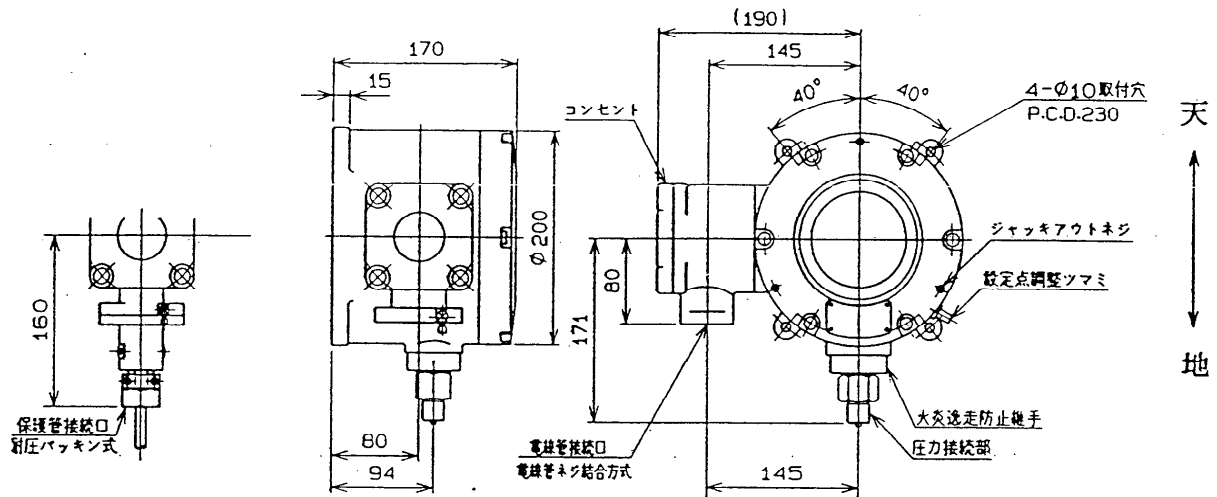

図6-1
(4) 取 付
①取付方法
- c. 取付姿勢は図6-1に示す方向として下さい。
②配 管